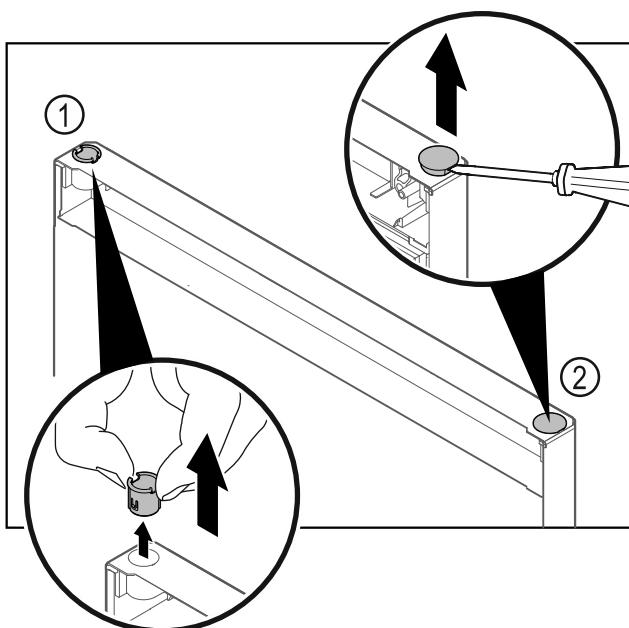

Fig. 28
- ▶ Pušo tečaja Fig. 28 (1) snemite s prsti.
- ▶ S ploščatim izvijačem previdno dvignite krovni čep Fig. 28 (2) in ga izvlecite.